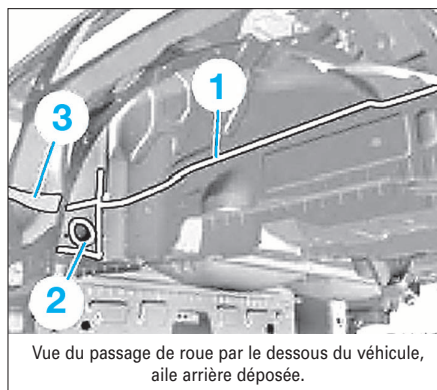
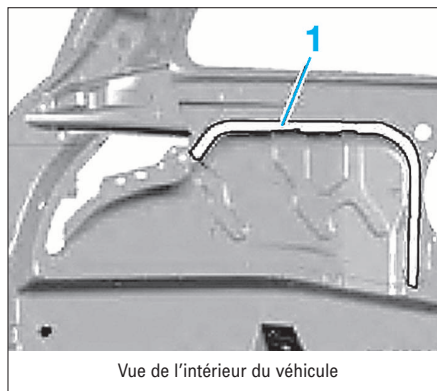

FIG. 24
FIG. 25
- Ouvrir les points de soudure dans la zone (1) (Fig.24).
- Meuler les cordons de soudure dans la zone (2).
- Retirer l'insonorisant (3).
- Ouvrir les points de soudure dans la zone (1) (Fig.25).
- Souder les zones (1) et (2) (Fig.24).
- Mettre en place l'insonorisant (3).
- Souder la zone (1) (Fig.25).